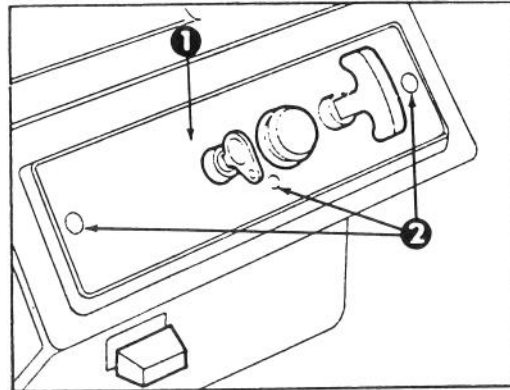

Fig. 15
### SOSTITUZIONE DELLA CANDELA — (Fig. 15, 16 e 17)
1. RIMUOVETE IL QUADRO DI COMANDO (Fig. 15) — Togliete le 3 viti che fissano il quadro di comando alle stegole. Togliete la chiavetta d'accensione e sfilate il quadro di comando, lasciando che penda appeso alla cordicella di avviamento.